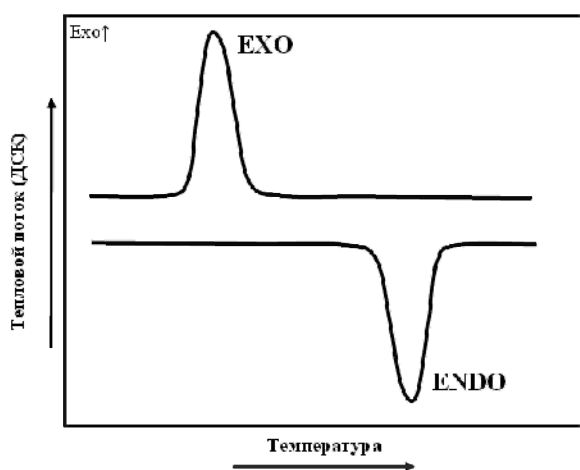
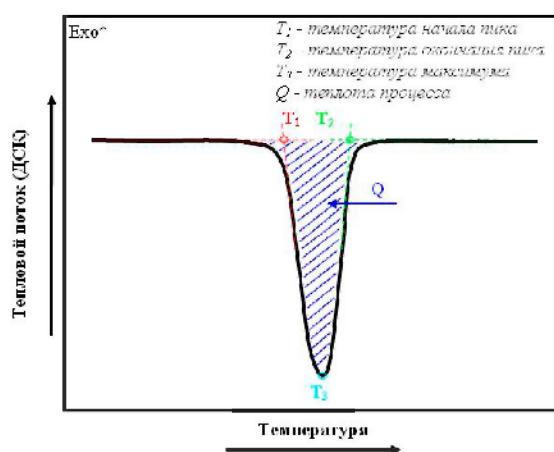

Рис. 5. Эндотермический и экзотермический пики на кривой ДСК
Рис. 6. Обработка аномалии ДСК
При наличии в исследуемом образце каких-либо процессов, или переходов первого рода, связанных с поглощением или выделением тепла (плавление, структурный фазовый переход, испарение и др.), на кривых ДСК проявляются характерные пики и аномалии, исследование которых дает информацию о процессах протекающих в образце. Различают экзотермические (выделение тепла) и эндотермические (поглощение тепла) аномалии ДСК (рис. 5). Любая аномалия (пик) ДСК полностью может быть описана следующими параметрами (рис. 6):
1. Температурами начала пика, которая характеризует начало процесса, и окончания пика ( $T_1$  и  $T_2$  на рис. 6, определяются как точки пересечения касательных основной (базовой) линии ДСК и плеч пика).
2. Температурой максимума (минимума) пика ( $T_3$  на рис. 6), которая характеризует окончание процесса.
4. Наблюдать прохождение пика плавления образца на кривой ДСК, после чего скорректировать программу измерений (снизить заданную максимальную температуру нагрева, см. рис. 6.) и перейти в режим охлаждения.
6. С помощью программы обработки результатов измерений измерить температуры начала и окончания пиков плавления и кристаллизации ( $T_1$  и  $T_2$  на рис. 6).